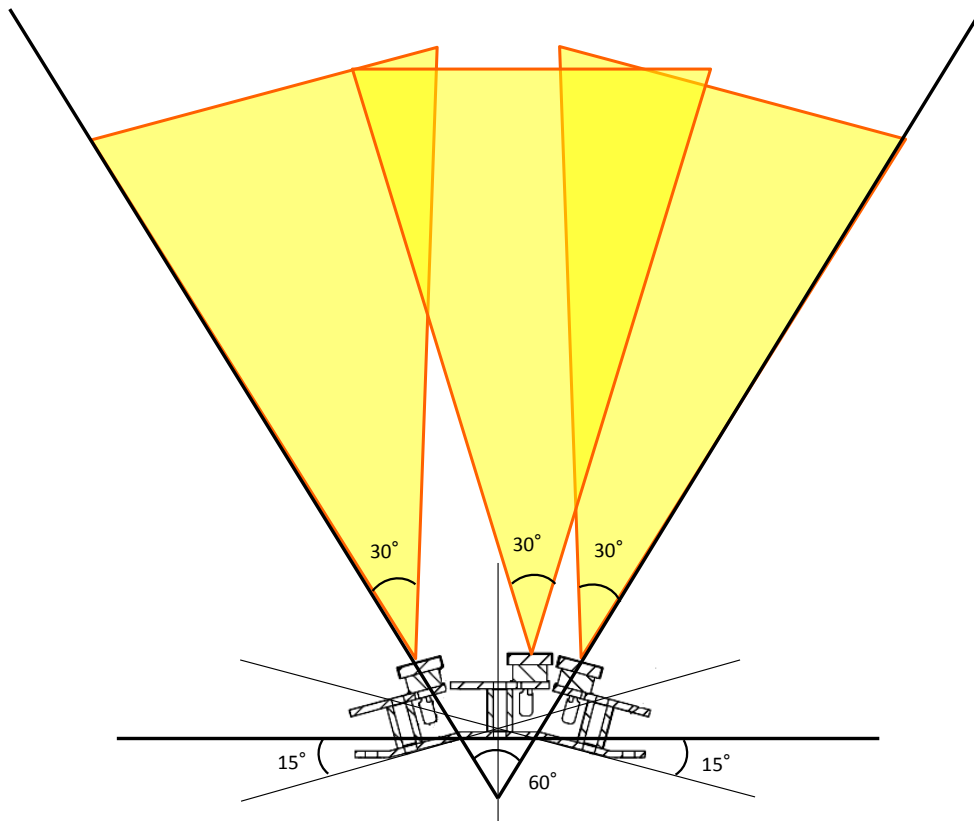

図 3 受光部素子解説図
- (3)素子数 3個 取付角度を0°とした時、±15°の角度付き(図 3 参照)
- (4)有効角度 60° (受光素子単体当たりの有効受光角度 30°)(図 3 参照)